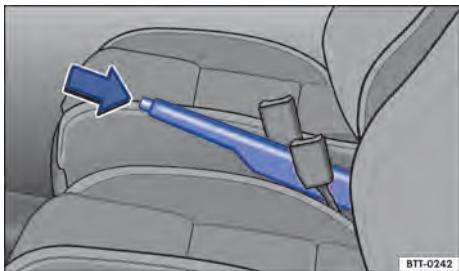

Fig. 115 Entre os bancos dianteiros: freio de estacionamento.
- Puxar a alavanca um pouco para cima e pressionar o botão bloqueador ⇒ Fig. 115 (Seta).